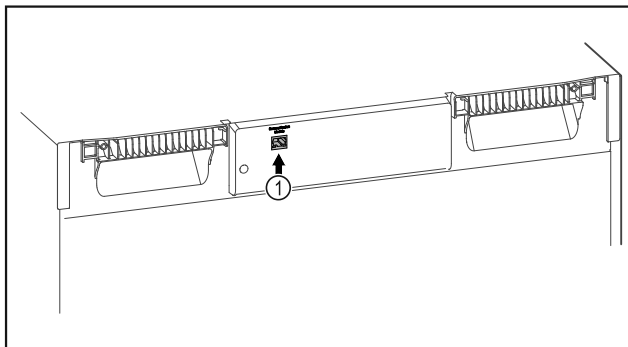

Fig. 112
- ❑ Το SmartModule Fig. 112 (1) χρησιμοποιείται.